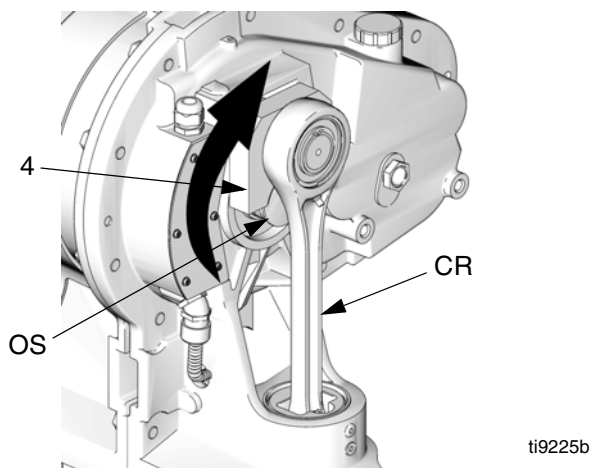

FIG. 16. Roterar vevarm
10. Se FIG. 16. Roterar vevarmen (4) så att det kan tas bort från den utgående axeln (OS).
11. Dra upp vevarmen/anslutande stag/glidpistongenheten (CR) och ut ur cylindern.
12. Ta bort de gamla lagren (8).